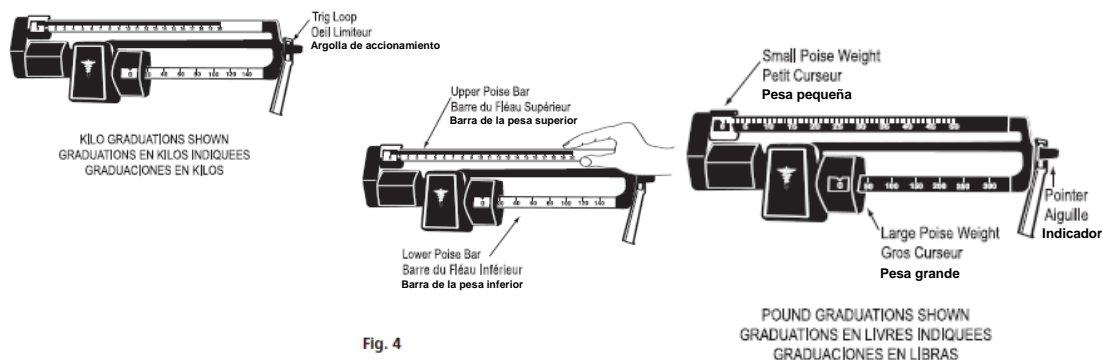

Fig. 4
1. Faites tourner la barre supérieure et la barre inférieure du fléau d'un léger tour de poignet (figure 4) jusqu'à l'unité de mesure choisie.